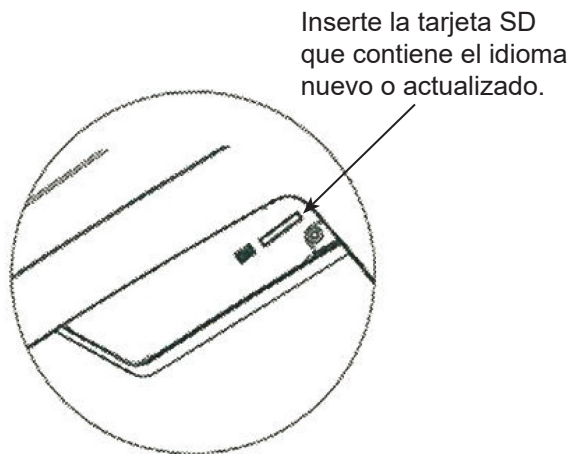

Figura 4
3. Inserte la tarjeta SD que contiene los datos del idioma en el panel lateral de la máquina. Consulte la Figura 4.